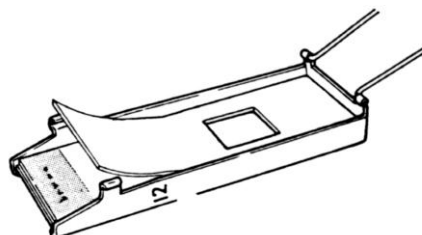

Figura 3-12
2. Collocare sul vetrino una guarnizione di gomma (2). Vedere Figura 3-12.